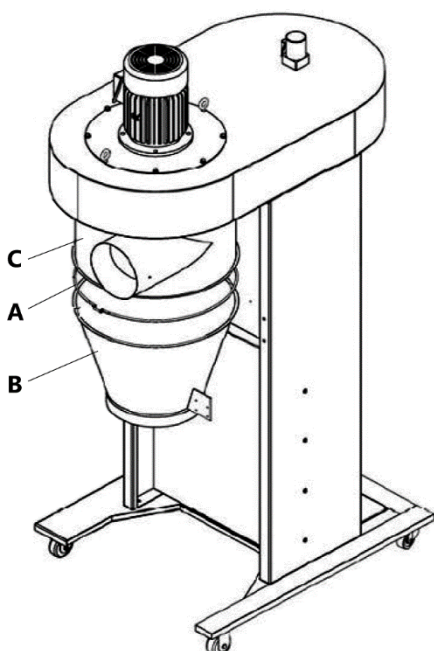

Рисунок 7.
При помощи V-образного зажима (A), Ø520 мм соедините части (B) и (C) корпуса циклона (рис. 7).